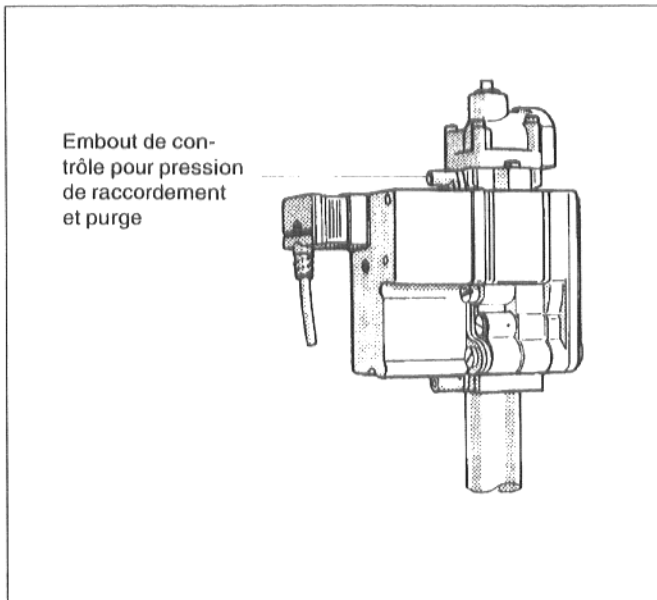

Fig. 29: Bloc de sécurité gaz " BM " 762-012
- desserrer de deux tours les vis de blocage des embouts de contrôle de la pression de raccordement situées sur le bloc de sécurité du brûleur gaz (fig. 29 ou 30).